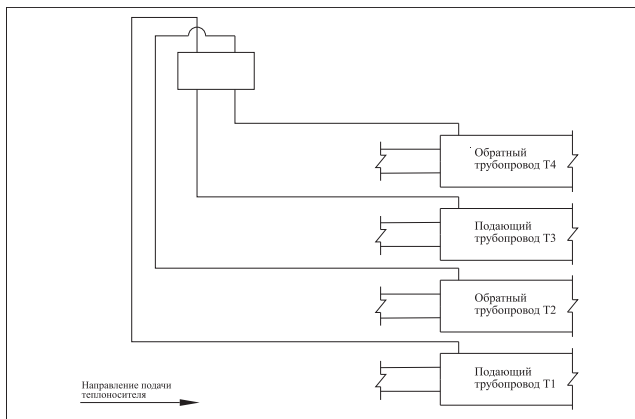

Рис. 3 Закольцовка одной четырехтрубной системы ОДК
- 2.1.** Закольцовка одной четырехтрубной системы ОДК - **Рис. 3, 7.**